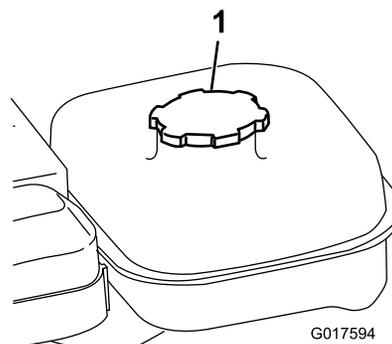

図 16
1. 燃料キャップ (図 16) の周囲をきれいに拭いてからキャップを外す。